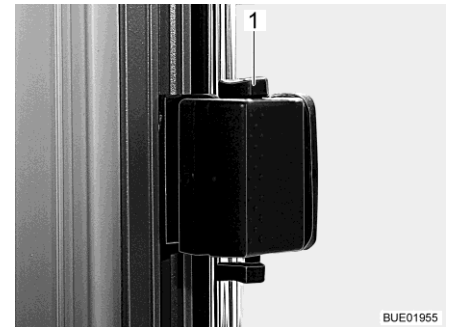

Bild 104 Skjutfönster, upplåst
- Tryck upp låset (Bild 104,1).